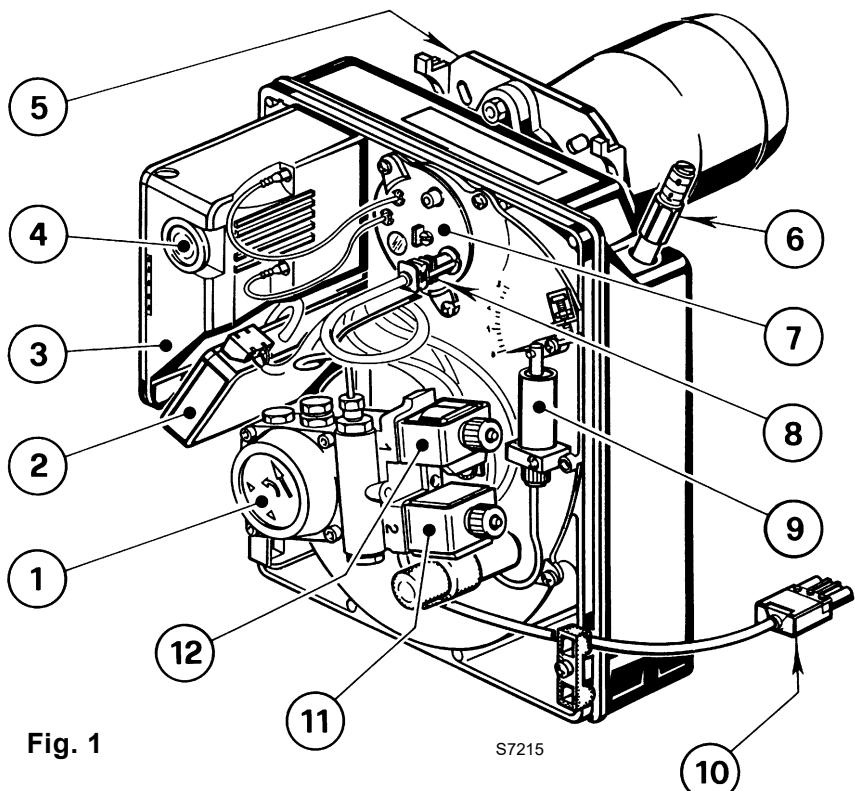

Fig. 1
- Die Reinigung des Flammenfühlers ausführen, (8, Abb. 1, Seite 1).
Nachfolgend finden Sie einige denkbare Ursachen und Abhilfemöglichkeiten für Störungen, die den Betrieb des Brenners beeinflussen oder einen nicht ordnungsgemäßen Betrieb des Brenners verursachen könnten. In den meisten Fällen führt eine Störung zum Aufleuchten der Kontrolleuchte in der Entstörtaste des Steuergeräts (4, Abb. 1, S. 1).